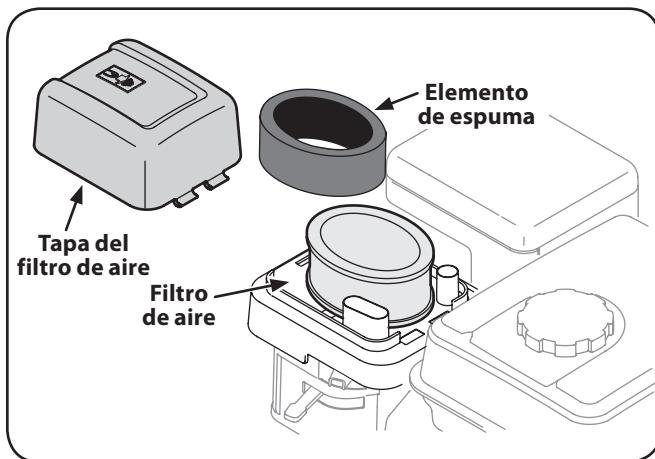

Figura 6-4
1. Oprima las pestañas ubicadas en la tapa del filtro de aire y levántela. Vea la Figura 6-4.